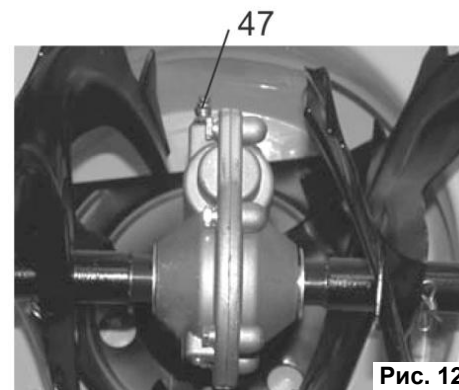

Рис. 12
- Выкрутите штуцер (47)(См. Рис.12), используя шприцеватель (в комплект не входит) закачайте около 100 г густой смазки в редуктор.